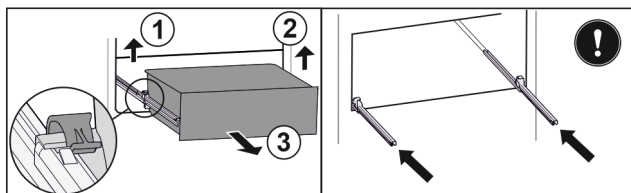

Fig. 119
- Soulever la bride gauche et tirer dans le même temps la partie gauche du tiroir vers l'avant. *Fig. 119 (1)*
- Soulever la bride droite et tirer dans le même temps la partie droite du tiroir vers l'avant. *Fig. 119 (2)*
- Retirer le tiroir par l'avant. *Fig. 119 (3)*